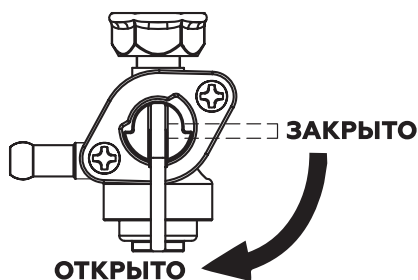

Рис. 11. Кран топливный
4. Откройте топливный кран переводом рычага в вертикальное положение (Рис. 11). Топливный кран находится в нижней части топливного бака со стороны ручного стартера и корпуса воздушного фильтра.
- Закройте топливный кран переводом рычага в горизонтальное положение (Рис. 11).